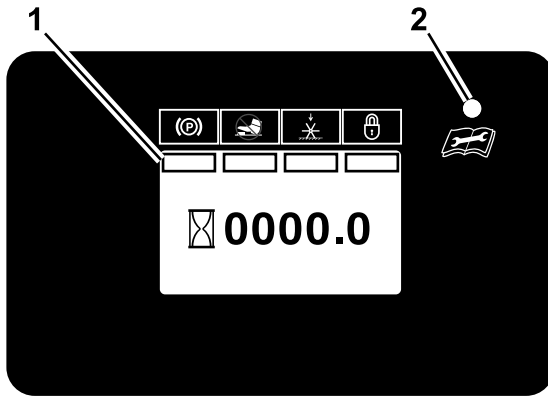
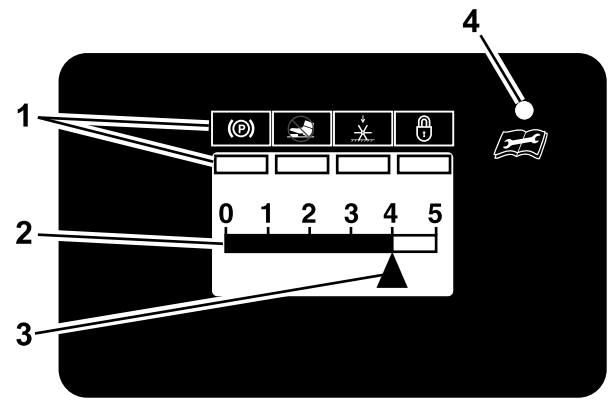

Figura 20
Figura 21
Después de la última pantalla de arranque aparece la pantalla predeterminada (Figura 20).
Un número más alto en la barra de estado (Figura 21) aumenta la longitud del terrón de aireación, y un número más bajo la reduce.
El LED es un indicador multicolor (Figura 20 y Figura 21) utilizado para indicar el estado del sistema:
- Para bloquear el ajuste, mueva la llave de encendido 5 veces entre las posiciones de DESCONECTADO y CONECTADO. El indicador LED de estado se enciende en la pantalla de penetración de los taladros (ver Figura 21).